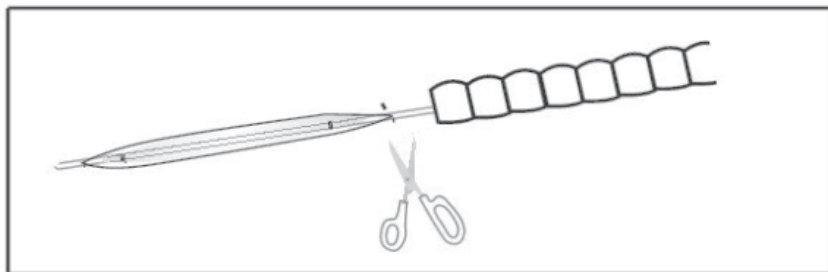

Figura 4
8. Si el balón desinflado o el hilo guía precargado no se pueden retirar del canal de trabajo después del procedimiento, puede ser necesario retirar el endoscopio junto con el balón desinflado y el hilo guía precargado para evitar daños al endoscopio. Tras la retirada, retire la funda del balón cortando el balón en su extremo proximal, como se muestra en la figura 4.
No retire con fuerza el balón o el hilo guía precargado del endoscopio si encuentra una resistencia significativa. Puede ser necesario retirar el endoscopio junto con el balón comprometido y el hilo guía precargado para evitar daños al endoscopio. Retire el catéter con balón del endoscopio cortando el extremo proximal del balón (véase la figura 4).